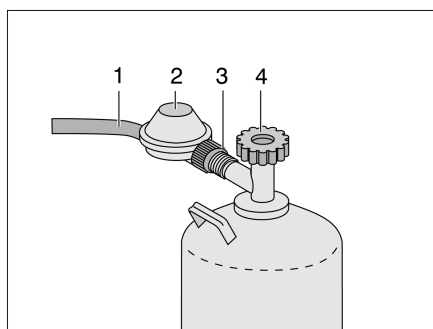

Fig. 241 Raccord bouteille de gaz
- Fermer le robinet principal (Fig. 241,4) de la bouteille de gaz. Observer le sens de la flèche.
- Maintenir le régulateur de pression de gaz (Fig. 241,2) et ouvrir l'écrou moleté (Fig. 241,3) (filetage à gauche).
- Retirer le régulateur de pression du gaz avec la lyre (Fig. 241,1) de la bouteille de gaz.
- Placer le régulateur du gaz (Fig. 241,2) avec le flexible de gaz (Fig. 241,1) sur la bouteille de gaz et serrer à fond l'écrou moleté (Fig. 241,3) (filetage à gauche).